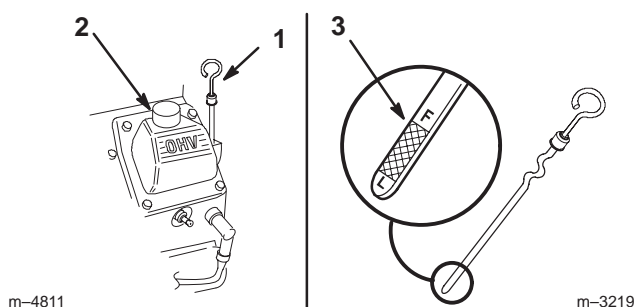

Figure 37
3. Nettoyez la surface autour de la jauge d'huile (Fig. 37) pour éviter que des impuretés ne s'introduisent dans le goulot de remplissage, ce qui risquerait d'endommager le moteur.
4. Sortez la jauge d'huile et essuyez soigneusement l'extrémité métallique (Fig. 37).
5. Enfoncez la jauge complètement dans le goulot de remplissage. Sortez de nouveau la jauge et examinez l'extrémité métallique (Fig. 37). Si le niveau est bas, versez lentement une quantité d'huile suffisante dans le goulot de remplissage pour amener le niveau au repère du plein (F).
5. Versez lentement environ 80 % de la quantité d'huile spécifiée dans le goulot de remplissage (Fig. 37) (voir Changement de l'huile moteur et du filtre, page 34).